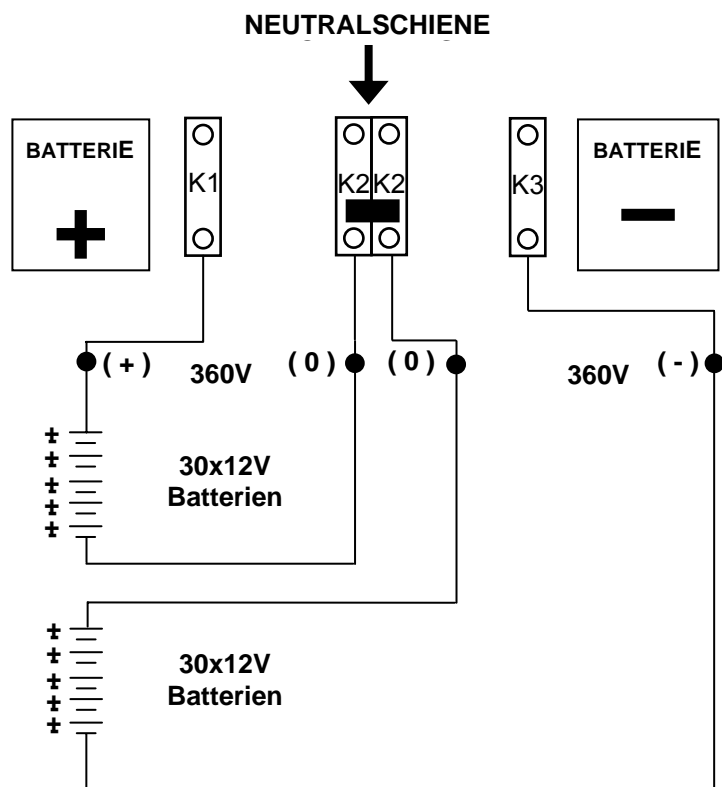

Bild 2.2 Batterieanschlüsse (60x12V)
6. Wenn die Batterien untereinander verbunden sind (Bild 2.2), schließen Sie die Leitungen für "+", "0" und "-" an den Batterie-Eingangsklemmen der USV an. Achten Sie dabei auf korrekten Anschluss. Bevor Sie den Schalter S5 einschalten, prüfen Sie die Anschlüsse und starten Sie die USV. In den USV der MAXI-J T Serie sind 60 Batterien so in Serie verbunden, dass zwei Batteriestränge mit entgegengesetzter Polarität gebildet werden. Der Mittenabgriff ist dabei intern mit dem Neutralleiter (N1-N2) verbunden.